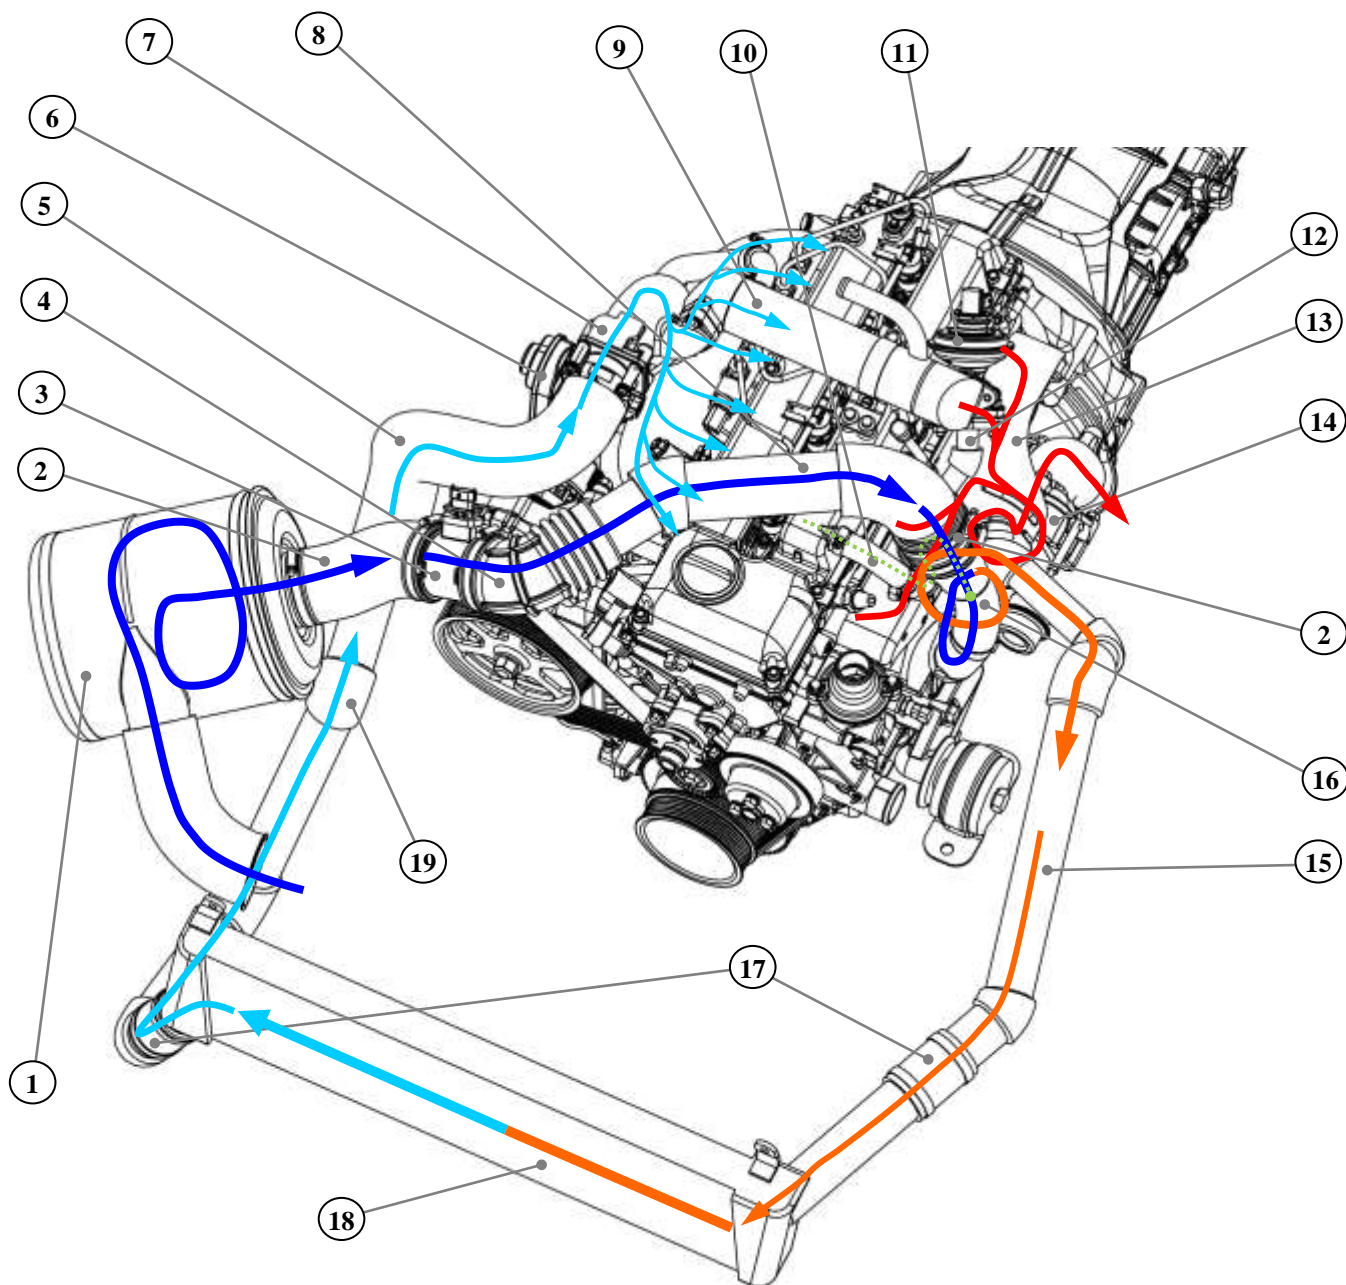

Рис. 70. Общий вид системы подачи воздуха и выпуска ОГ:
**Система впуска воздуха** (рис. 70) включает в себя: воздушный фильтр 1 с насадком и резонаторным шлангом, воздухопроводы 8, 15 и 19, впускной патрубок турбокомпрессора 16, турбокомпрессор 14, соединительные патрубки 2, 4, 5 и 17, охладитель надувочного воздуха 18, патрубок воздухоподающий с дроссельной заслонкой 6, впускную трубу 7.
**Выпуск отработавших газов** (рис. 70) осуществляется через выпускные клапаны, выпускные каналы головки цилиндров, чугунный выпускной коллектор 13, корпус турбины турбокомпрессора 14 в приемный патрубок трубы глушителя, нейтрализатор, глушитель и далее по системе выпуска автомобиля в атмосферу.